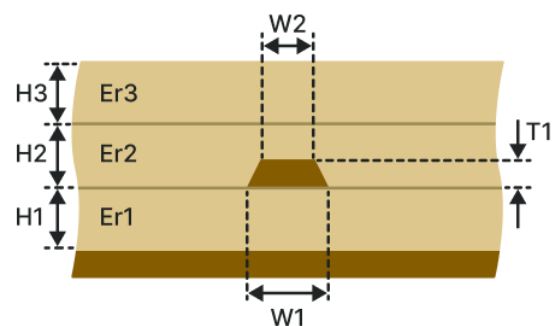

Рис. 135 Заглубленная ЛП (3-1H2B)
- Заглубленная ЛП (3-1H2B), см. Рис. 135.